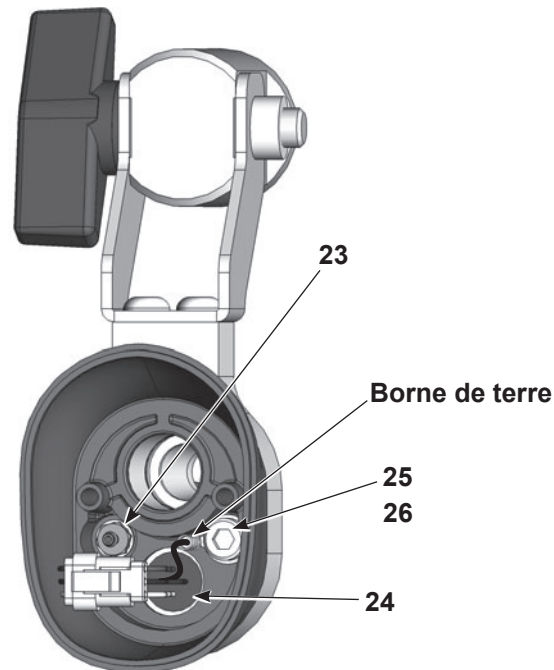

Figure 17 Démontage du pistolet – Remplacement de la prise du câble et du raccord cannelé
5. Insérer un petit tournevis plat dans la fente des connecteurs du faisceau et séparer le faisceau de la prise (24) du faisceau d'alimentation électrique.
6. Voir la Figure 17. Débrancher le tuyau de lavage à l'air transparent du raccord cannelé (23) à l'intérieur de l'arrière du corps.
- a. Voir la Figure 17. À l'aide d'une clé hexagonale de 4 mm, retirer la vis à 6 pans creux (25) et la rondelle (26) et déconnecter la borne de terre.
- g. Voir la Figure 17. Raccorder la borne de terre au capuchon terminal à l'aide de la vis à 6 pans et la rondelle (25, 26).
16. Voir la Figure 17. Raccorder le tuyau de lavage à l'air au raccord cannelé et le faisceau d'alimentation électrique au faisceau de la prise du câble.